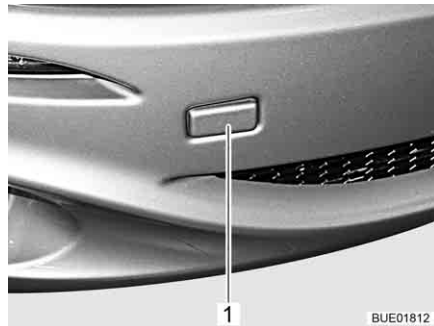

Bild 48 Abdeckung für die Aufnahme der Abschleppöse
- Abdeckung (Bild 48,1) abnehmen.